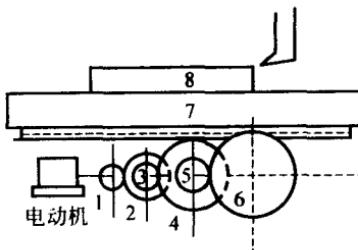

图 2.2
**2.2** 龙门刨床的主传动机构如图 2.2 所示, 齿轮 1 与电动机轴直接相连, 经过齿轮 2、3、4、5 依次传动到齿轮 6, 再与工作台 7 的齿条啮合, 各齿轮及运动物体的数据见表 2.3。